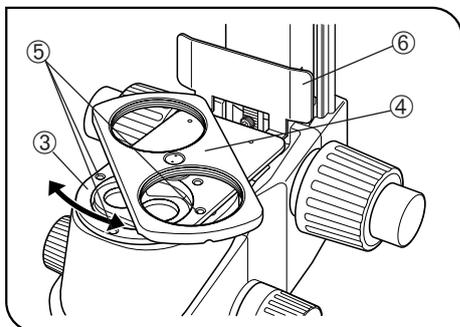

Fig. 28
4. Coloque o suporte do revólver do porta-objectivas ③ (com os suportes ④ virados para cima) no lugar do suporte da objectiva, alinhando os orifícios roscados.
Com a chave Allen (para parafusos M3), aperte o suporte do revólver com os três parafusos de aperto fornecidos (M3, 6 mm de comprimento) ⑤. (Fig. 28)
• Como os orifícios roscados podem estar ocultos pelos suportes ④, vá rodando o suporte do porta-objectivas enquanto o aperta. (Fig. 28)
6. Coloque duas objectivas nos respectivos suportes ④ e aparafuse-as. (Fig. 28)